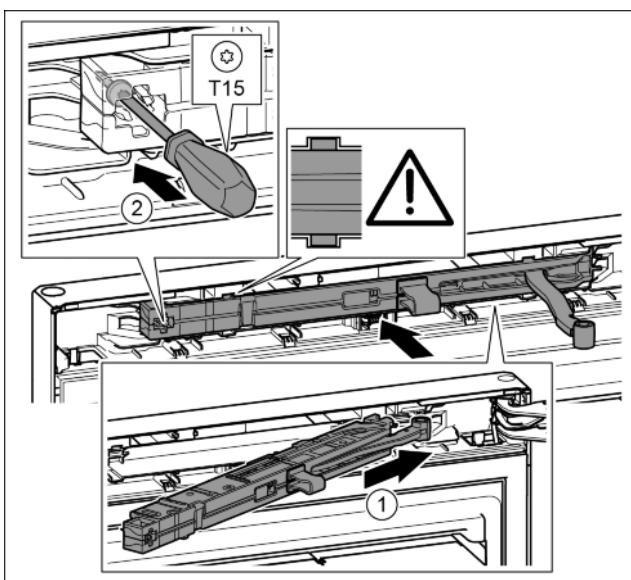

Fig. 44
- Під нахилом просуньте демпферний вузол з боку опорного кронштейна в отвір до упору. Fig. 44 (1)
- Закрутіть гвинт за допомогою викрутки T15. Fig. 44 (2)